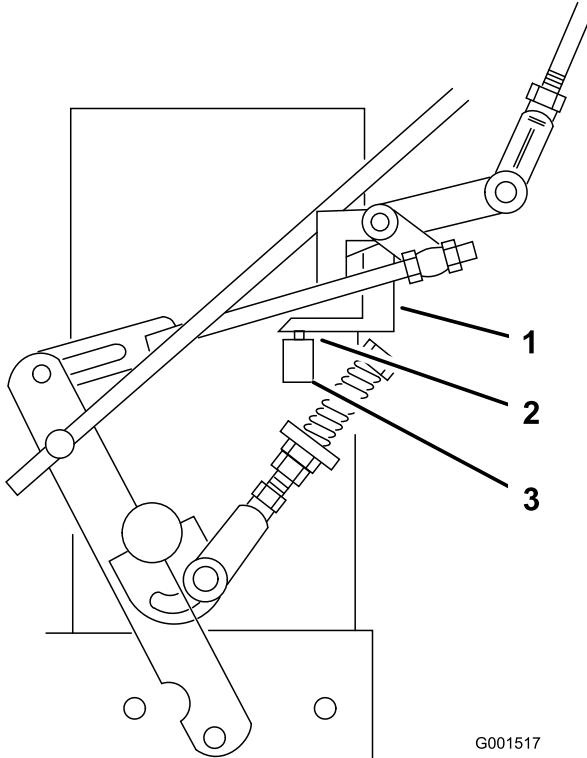

Figure 36
7. Vérifiez que le contacteur de sécurité est enfoncé et qu'un espace de 8 mm (5/16 po) sépare la languette d'actionnement du contacteur (Figure 36).
8. Au besoin, ajuster la position du contacteur pour obtenir un espace de 8 mm (5/16 po) (Figure 36).